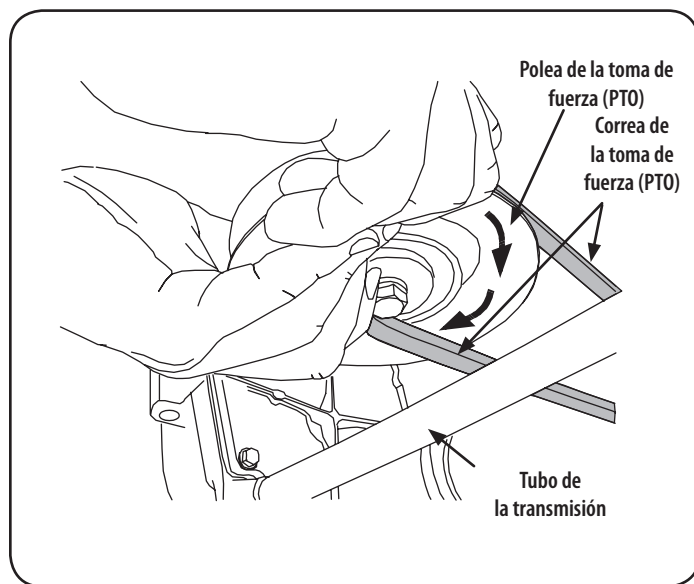

Figura 26
4. Mientras sostiene la correa hacia abajo, siga girando la polea de la PTO hasta que la correa se deslice fuera de la polea. Consulte la Figura 26.
11. Tire del lado derecho de la correa hacia atrás y coloque el lado V angosto de la correa en la polea de la PTO. Vea la Figura 26.
12. Mientras sostiene la correa y la polea juntas, rote la polea hacia la izquierda (Vea la Figura 26). Siga sosteniendo y rotando la polea y la correa hasta que la correa se enrolle totalmente en la polea de la PTO.